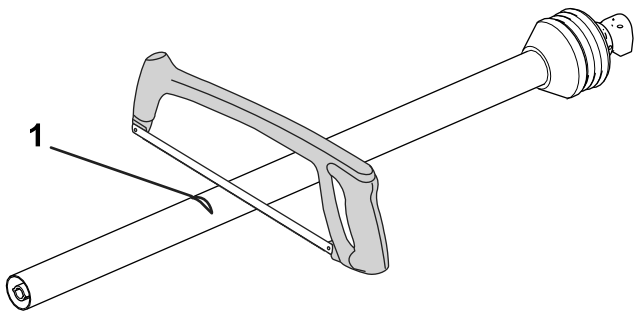

Figure 14
7. Déposez et coupez chaque section au niveau du repère (Figure 14).